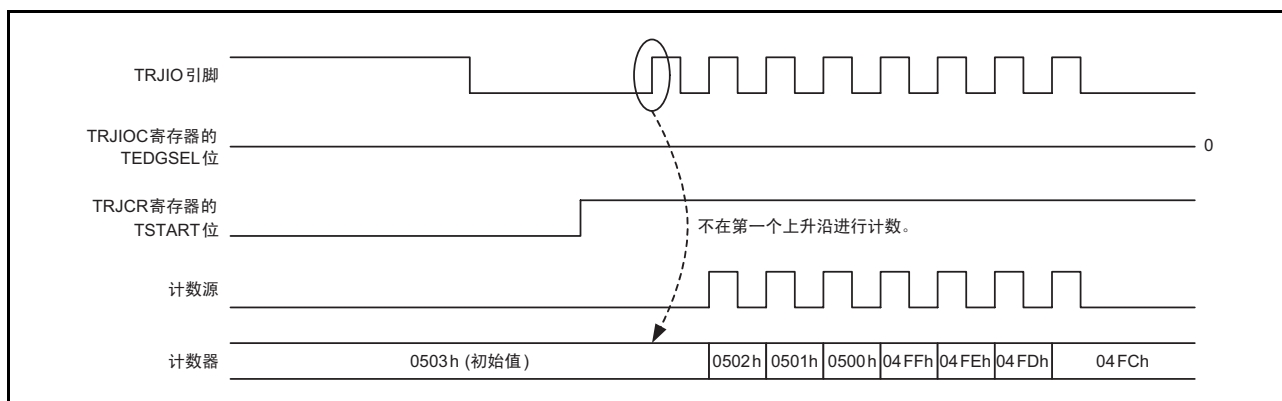

图 13.8 事件计数器模式的 TSTART 设定时序图（1）
8. 在事件计数器模式中将 TRJIOC 寄存器的 TEDGSEL 位置 “0”（在上升沿进行计数）并且对外部信号（TRJIO）进行计数的情况下，有可能因 TRJCR 寄存器的 TSTART 位的状态而无法正确地进行计数（参照图 13.8）。